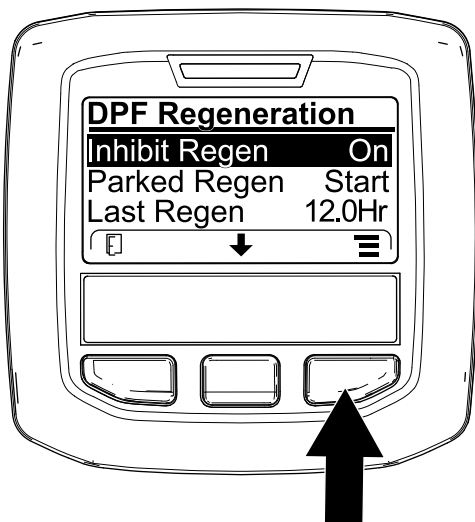
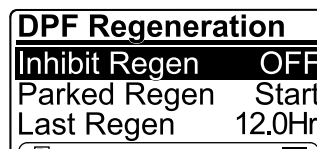

Bild 39
Bild 40
1. Navigieren Sie auf das Menü „DPF Regeneration“, drücken Sie die mittlere Taste und navigieren Sie auf die Option INHIBIT REGEN.; drücken Sie die rechte Taste, um den Eintrag „Inhibit Regen.“ auszuwählen (Bild 39).
2. Drücken Sie die rechte Taste, um die Einstellung für das Verhindern der Regenerierung von „On“ in „Off“ (Bild 39) oder von „Off“ in „On“ (Bild 40) zu ändern.